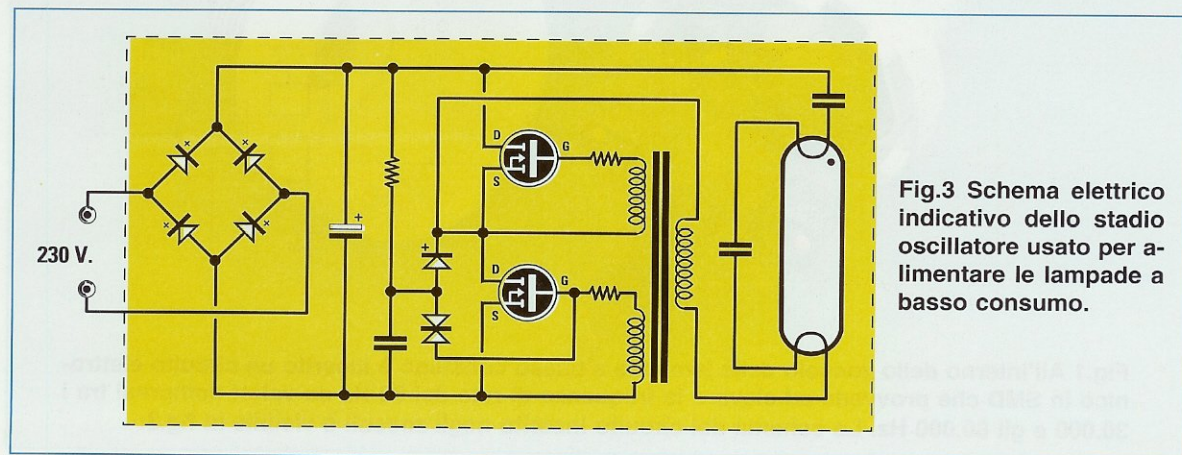

Fig.3 Schema elettrico indicativo dello stadio oscillatore usato per alimentare le lampade a basso consumo.
A titolo di curiosità, in fig.3 abbiamo riportato uno schema elettrico puramente **indicativo**, poiché, ovviamente, ogni Casa Costruttrice impiega un suo circuito.
Questa frequenza viene poi prelevata dal secondario di un trasformatore in **ferrite** ed applicata alla lampada a **basso consumo** così da provocare l'**accensione** (vedi fig.3).
**Fig.1** All'interno dello zoccolo delle lampade a basso consumo è inserito un circuito elettronico in SMD che provvede ad elevare la frequenza di rete dei 50 Hz su valori compresi tra i 30.000 e gli 80.000 Hz. Lo schema del circuito inserito negli zoccoli è visibile in fig.3.
di queste lampade è già racchiuso un **ponte raddrizzatore** (vedi fig.3).